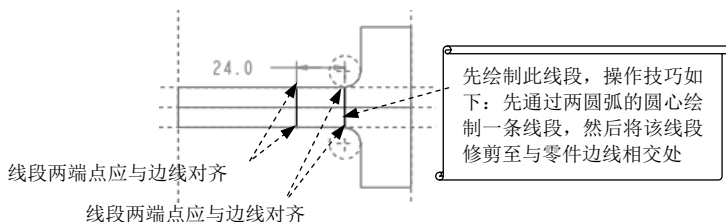

图 11.5.25 截面草图
Step5. 绘制过度区界线。单击“折弯”操控板中的 **过渡** 按钮, 从弹出的界面中单击 **添加过渡** 字符, 然后单击该界面中的 **草绘...** 按钮, 进入草绘环境, 绘制图 11.5.25 所示的两条线段, 第一条线段的绘制技巧参见图中的说明。绘制时, 请注意两条线段的端点需与钣金边线对齐。完成绘制后, 单击“确定”按钮 。